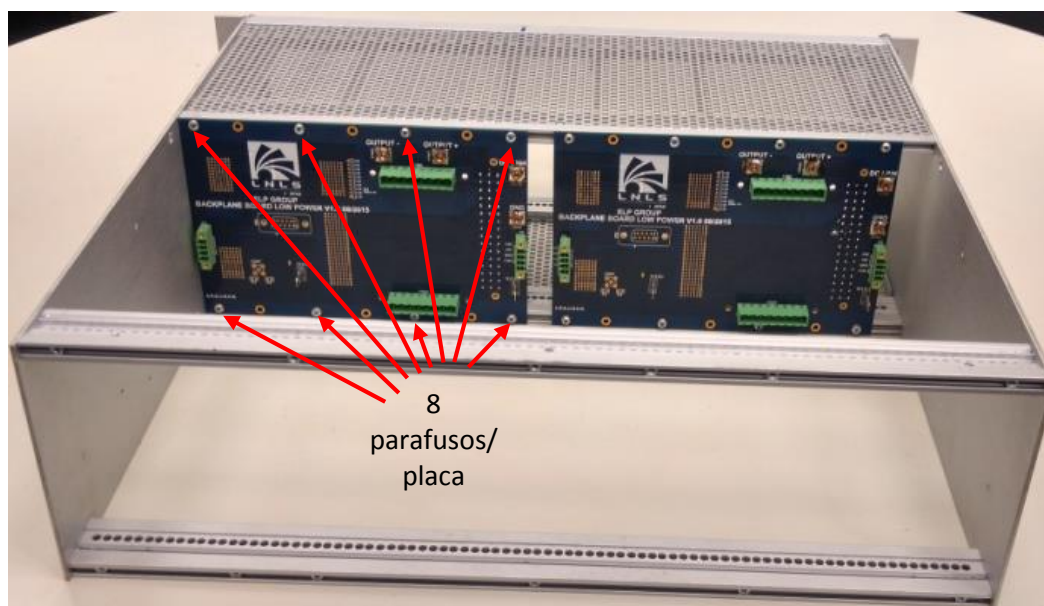

Figura 9 - Fixação das placas BACKPLANE na traseira do sub-bastidor
- 4.2.2 Aparafusar duas placas BACKPLANE na traseira do sub-bastidor conforme mostrado na Figura 9, deixando os 16 parafusos M3 utilizados frouxos, permitindo o deslocamento lateral das placas para ajuste de posição.